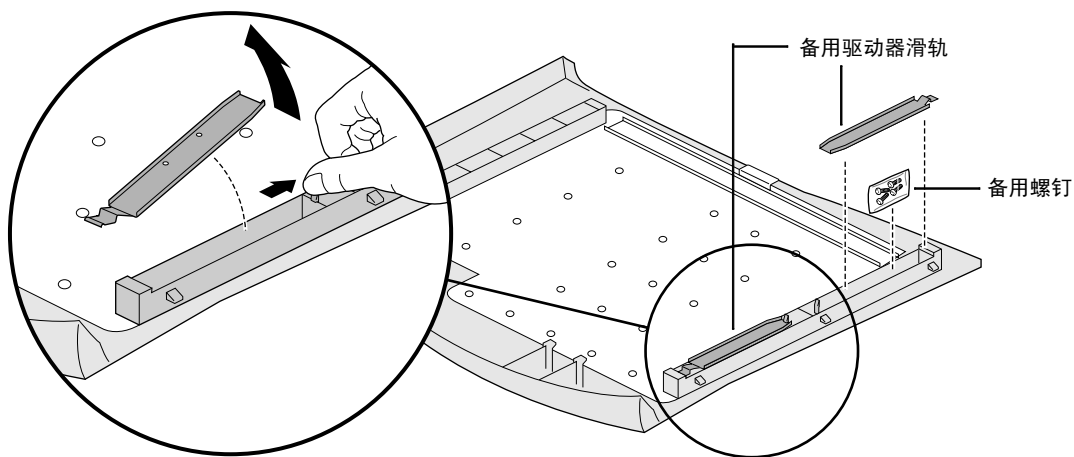

图 4-2 拆除侧面板上的滑轨
- 如果不是在更换驱动器，则按图 4-2 所示，拆下侧面板上的两条滑轨。另外，还应拆下侧面板右下角的备用螺钉。
6. 若不是在重装驱动器，则拆除滑轨并将其存放在系统侧面盖板内（见图 4-2）；或者，如果正在安装另一驱动器，则可以将滑轨安装到新的驱动器上（见第 33 页的“安装可拆除介质驱动器”）。
8. 取出侧面盖板内螺钉包中的四个螺钉（请参阅图 4-2）。